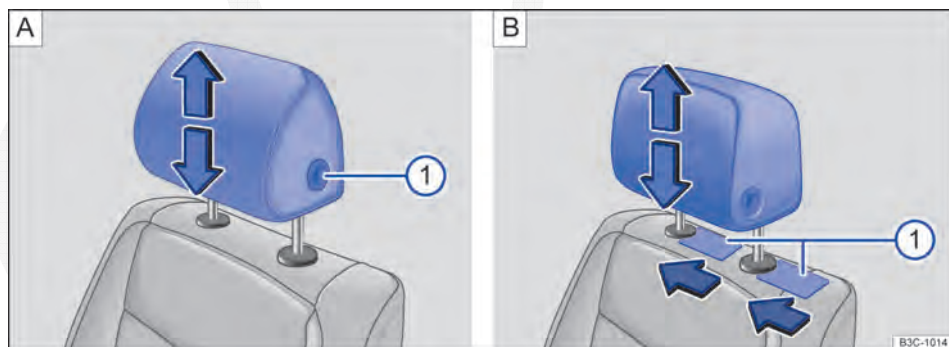

Fig. 64 Remover o apoio para cabeça dianteiro: em veículos sem [A] e com [B] apoios para cabeça ajustáveis na longitudinal.
- Retirar o apoio para cabeça com o botão → Fig. 64 A ① totalmente pressionado.
- Empurrar o apoio para cabeça para baixo com o botão → Fig. 64 A ① totalmente pressionado.
- Empurrar um objeto plano, por exemplo, um cartão de plástico, respectivamente nos dois lados entre o revestimento do encosto do banco e a capa de cobertura da barra guia do apoio para cabeça e, ao mesmo tempo, com uma leve pressão, destravar as barras retentoras → Fig. 64 B ①.